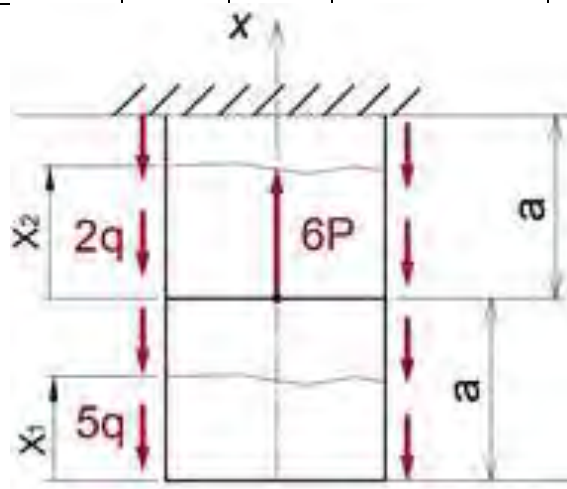

Рис. 1- Расчетная схема нагружения бруса.
1. Для бруса, находящегося в условиях простого растяжения-сжатия, определить размеры поперечного сечения и вычислить перемещение свободного конца бруса (рис.1).